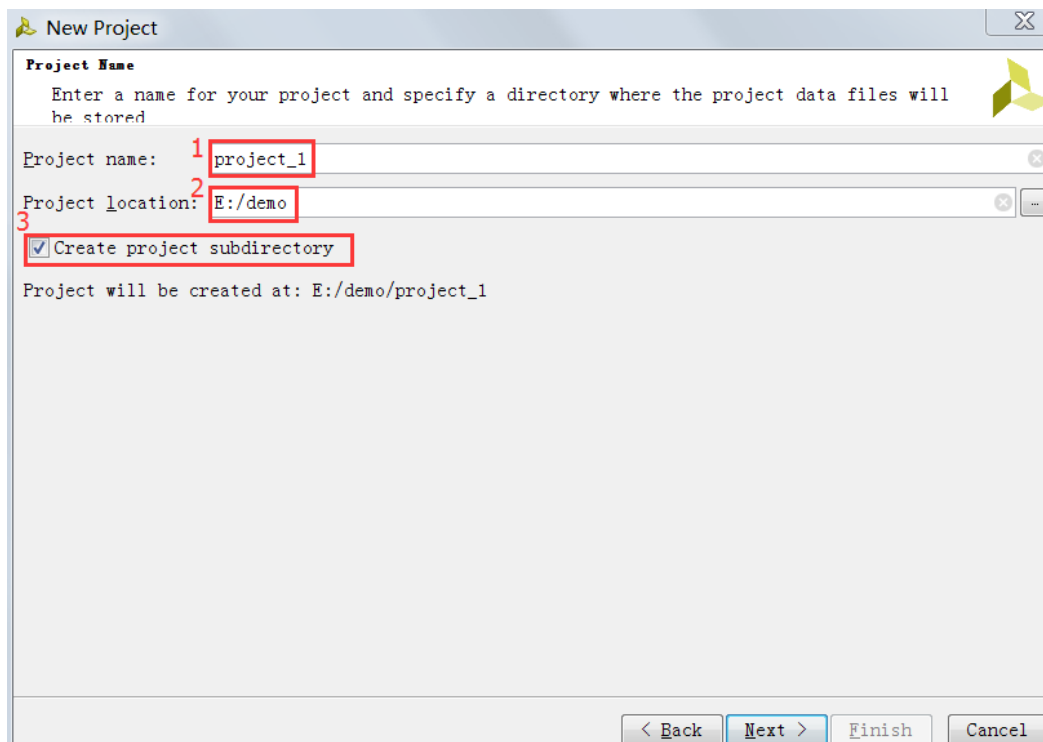

图 2-3 命名及设置路径
3) 在 Project Name 界面中，工程名称预置为 `project_1`（可根据个人需要进行修改），设置好工程存放路径为 `E:/demo`（或其它拟存放工程的路径），勾选创建工程子目录的选项（默认项），如图 2-3。这样，整个工程文件都将存放在创建的 `demo` 子目录中。点击 Next。（注意：路径以及工程名必须是英文！）